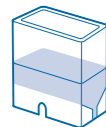

図1
① 検水を専用カップの線(1.5mL)まで正確に入れます。(図1)